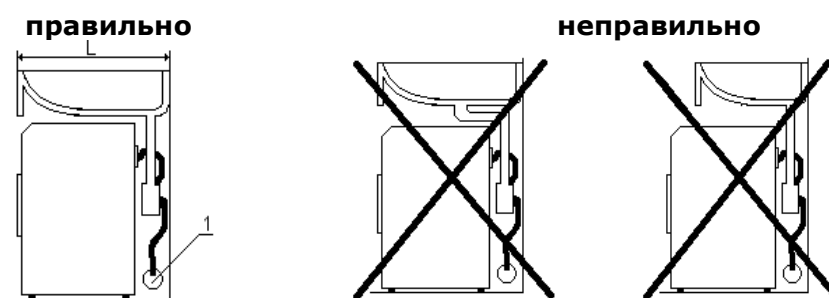

рис. 1
Стиральные машины можно устанавливать под раковину при соблюдении следующих условий (рис.1):
- Несоблюдение предыдущих пунктов (см. рис. 1, картинка 2 и 3) приводит к повышенной электроопасности и нарушению санитарных норм.